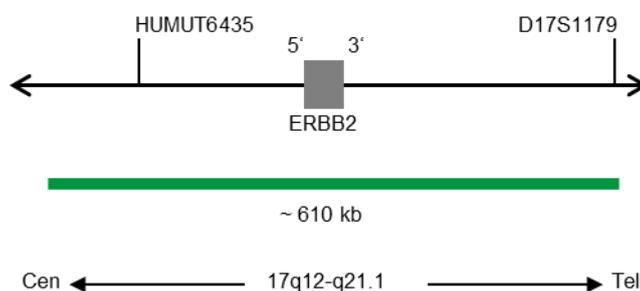

Fig. 1. SPEC ERBB2 Mapa de la sonda (no está a escala)
- Polinucleótidos marcados en verde (excitación a 503 nm/emisión a 528 nm) ZyGreen (~10,0 ng/ μ l), dirigidos a secuencias localizadas en 17q12-q21.1* (chr17:37,572,531-38,181,308), que alberga la región del gen ERBB2 (ver Fig. 1).
- Polinucleótidos marcados en naranja (excitación a 547 nm/emisión a 572 nm) ZyOrange (~1,5 ng/ μ l), dirigidos a secuencias localizadas en 17p11.1-q11.1 específicas para la región centromérica satélite alfa D17Z1 del cromosoma 17 (ver Fig. 1).